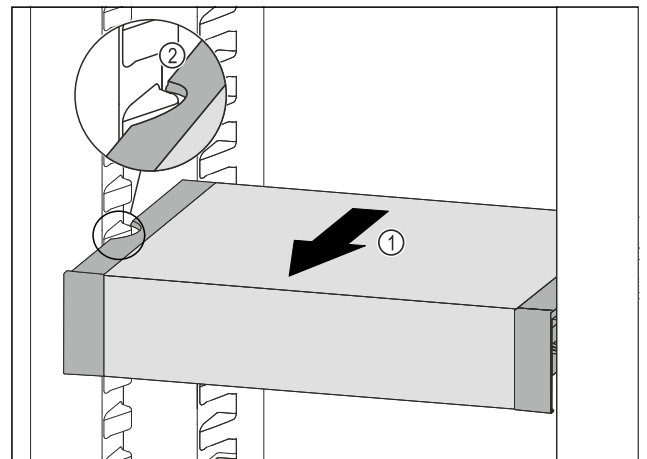

Fig. 97
- ▶ VarioSafe naar voren trekken Fig. 97 (1), tot de uitsparingen aan de zijkant van de VarioSafe zich ter hoogte van de rib in het koelgedeelte bevinden. Fig. 97 (2)